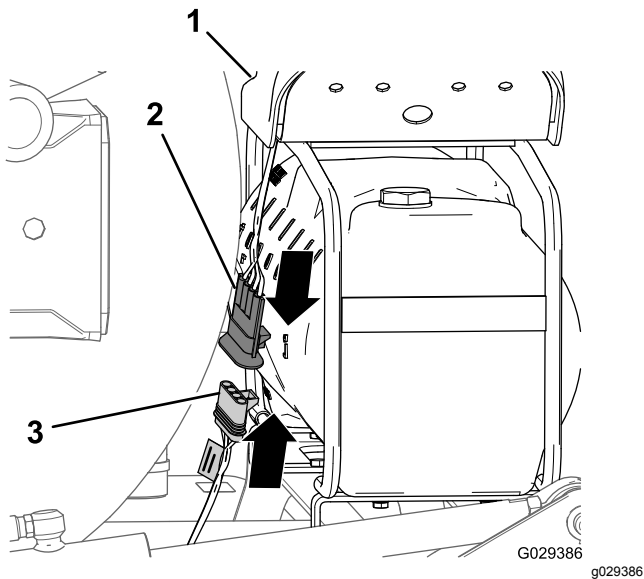

Figure 146
1. À l'extrémité de la branche de 236 cm du faisceau, alignez le connecteur à 4 douilles du faisceau du kit de finition et le connecteur à 4 broches du faisceau du compresseur (Figure 146).
2. Insérez le connecteur à 4 broches dans le connecteur à 4 douilles (Figure 146).